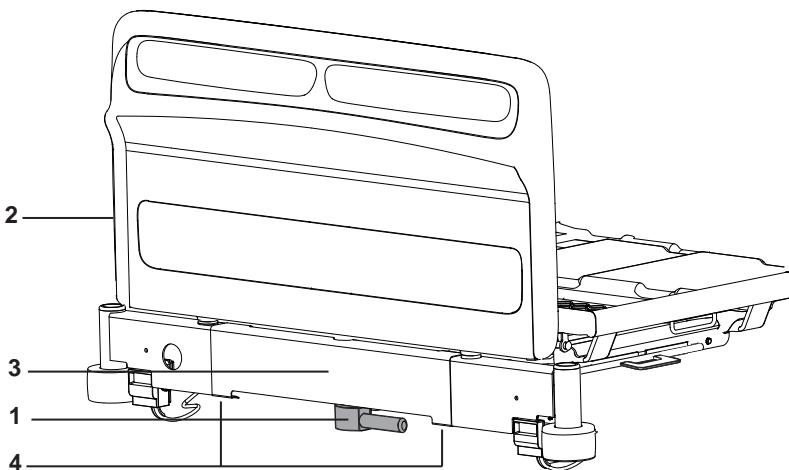
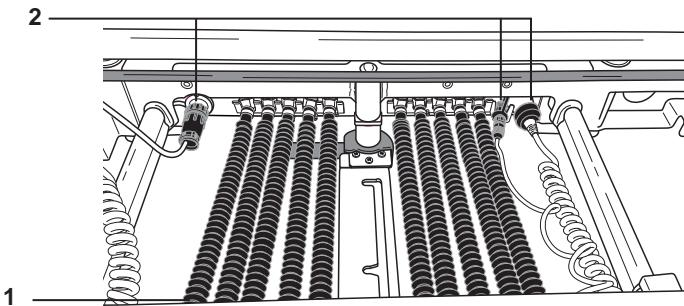

图 1：床脚板和脚端延长段
图 2：配有空气软管和电气接头的脚端延长段盖板
4. 拉动脚端延长手柄（如图 1 中的编号 1 所示），滑出床架延长段 (3) 并移除床尾板 (2)。
5. 在床尾找到连接有空气软管（图 2 编号 1）和电气连接器（2）的脚端延长段的盖板（如图 1 中编号 3 所示）。从脚端延长段盖板上断开空气软管和电气连接器。
6. 拧下盖板下侧的两颗十字槽盘头螺钉（如图 1 编号 4 所示），拆除盖板。将盖板和硬件放在储存袋中以防该气垫控制装置接下来被移动。需要重新安装脚端延长段盖板以保护空气软管和电气连接器。